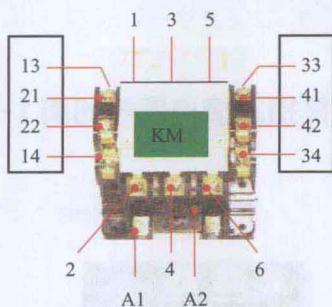
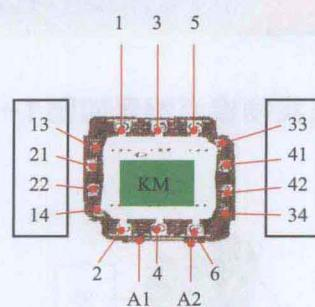

图 1-1 CJ20 实物接点编号
图 1-2 CJ20 接线接点图号
① CJ20 实物接点编号如图 1-1 所示。 ② CJ20 接线接点图号如图 1-2 所示。